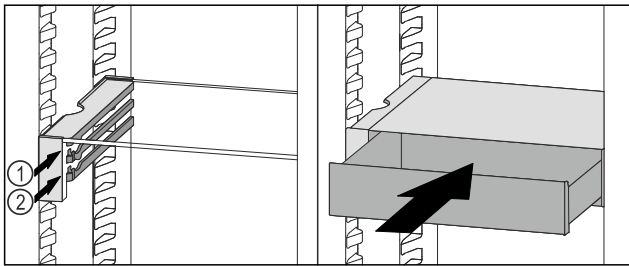

Fig. 164
- VarioSafe-Schubfach hinter den Stoppern auf gewünschter Rippe Fig. 164 (1) oder Fig. 164 (2) aufsetzen.